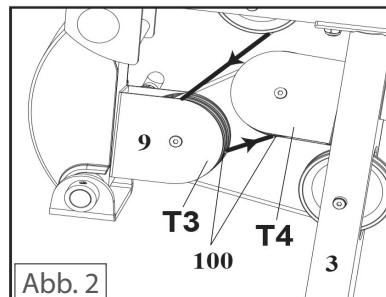
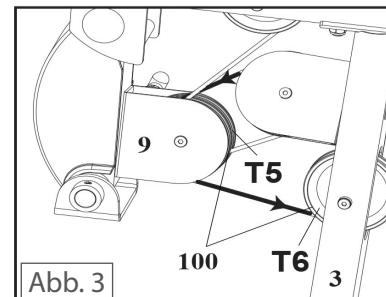
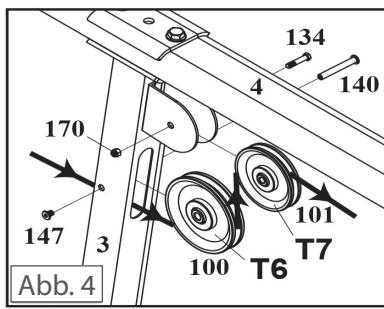

Abb. 2
Abb. 3
Abb. 4
2. Abb. 2/Abb.3: Führen Sie das Kabel nach unten um die Umlenkrolle T3 (rechte Umlenkrolle in der Mitte des Pressarmelements aus sitzender Position) und montieren Sie diese zusammen mit der Umlenkrolle T5 mit einer Inbusschraube (142) und einer Nylonmutter (170). Führen Sie das Kabel von unten über die Umlenkrolle T4 und montieren Sie diese mit einer Sechskantschraube (134) und einer Nylonmutter (170).
3. Abb. 3/Abb.4: Führen Sie das Kabel um die bereits montierte Umlenkrolle T5 nach unten und über Umlenkrolle T6 und montieren Sie die Umlenkrolle T6 mit einer Inbusschraube (140) und einer Außengewindeschraube (147). Führen Sie das Kabel nach oben über Umlenkrolle T7 und montieren Sie die Umlenkrolle mit einer Sechskantschraube (134) und einer Nylonmutter (170) am Hauptmast (3).